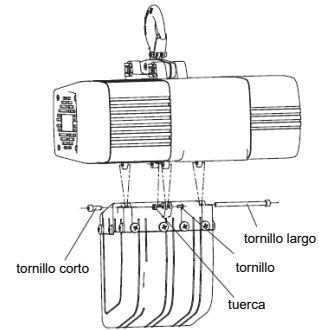

Imagen 3
- 4 Pasos para el montaje de la bolsa recoge cadena de 1 t (Imagen 3)